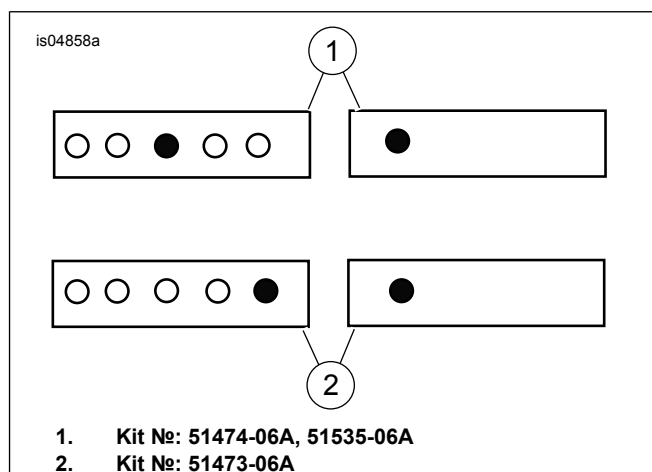

Figura 4. Instalación de la correa de sujeción
5. Vea Figura 4. Instale la nueva correa de sujeción con la arandela y la tuerca y apriete la tuerca a 11–18 N·m (8–13 ft-lbs).